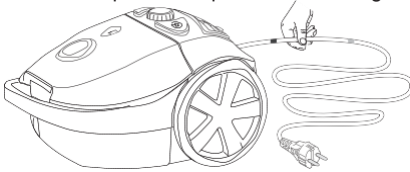

Figura 9 Avvolgimento del cavo
**!** Accompagnare il cavo durante l'avvolgimento. In caso contrario il cavo potrebbe aggrovigliarsi oppure la spina potrebbe urtare violentemente contro la parte posteriore dell'apparecchio. Prendere delicatamente la spina in mano vicino alla marcatura e lasciarla sfilare tra le dita verso l'interno in modo controllato (vedere la figura 9).